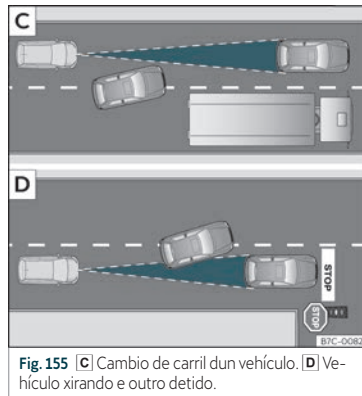

Fig. 155 **C** Cambio de carril dun vehículo. **D** Vehículo xirando e outro detido.
- Vehículos que cambien ao carril polo que vostede circula a pouca distancia do seu vehículo»» fig. 155 [C].
O ACC pode non reaccionar ante vehículos parados. Se por exemplo, un vehículo detectado polo ACC xira ou se afasta e diante do mesmo atópase un vehículo parado, o ACC non reaccionará ante este»» fig. 155 [D].